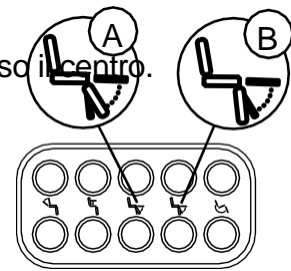

Fig. 5.26. Pulsanti per la regolazione del poggiamambe.
Pulsanti sopra e sotto il simbolo per la regolazione della lunghezza dei poggiamambe (A) e sopra e sotto il simbolo per la regolazione della lunghezza e dell'angolazione dei poggiamambe (B), vedi Fig. 5.26.